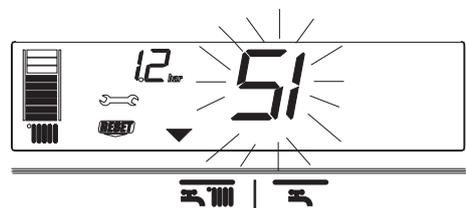

Fig. 4.28
3) Visualizzazione delle icone e (fig. 4.28)